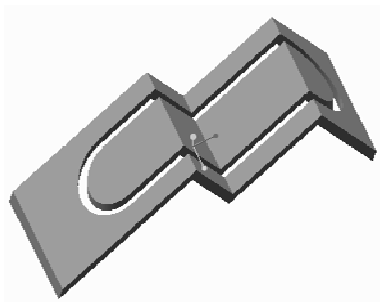

图 7-139 加厚切除的结果
- 9 在“加厚”选项卡中单击“完成”按钮, 完成效果如图 7-139 所示。